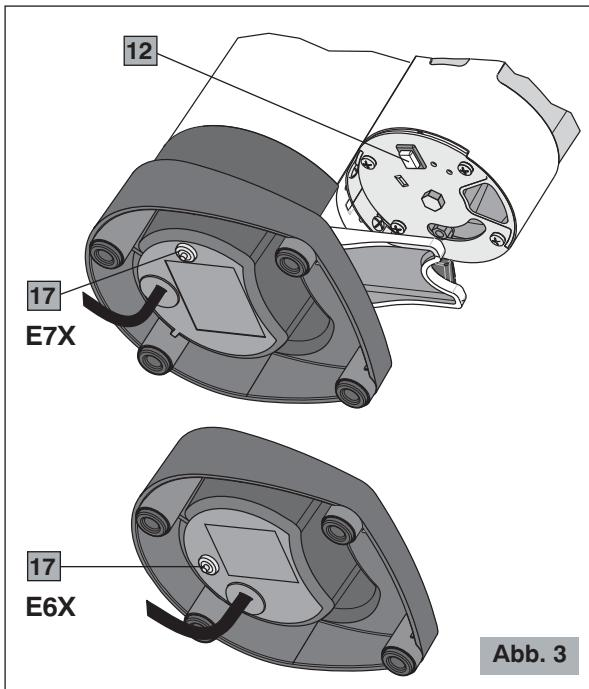
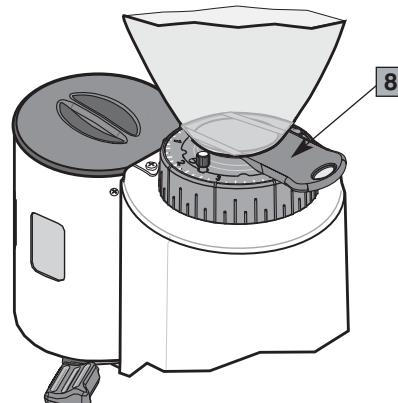

Abb. 3
Abb. 4
Hauptkomponenten (Abb. 1, Abb. 2, Abb. 3, Abb. 4)
6. Sich vergewissern, dass der Kaffeebohnenbehälter korrekt aufsitzt und der Verschluss offen ist (8 Abb. 4).
- 3** Die Starttaste (12 Abb. 3) drücken. Das Gerät beginnt so viele Kaffeebohnen zu mahlen, bis der Dosierer bis zum Maximalfüllstand (vorgesehene Kapazität ca. 300 g (200 g für die Ausführung E6X) gemahlener Kaffee) gefüllt wird. Danach wird der Motor von einer Stoppvorrichtung angehalten. Das Mahlen weiteren Kaffees wird automatisch wieder aufgenommen, wenn die sechs Portionen gemahlenen Kaffees entfernt wurden.
- 3** Die gewünschte Laufzeit (5 - 60 Sekunden) mit dem zweckentsprechenden Drehknopf (16 Abb. 2) einstellen und die Starttaste (12 Abb. 3) drücken. Das Gerät beginnt zu arbeiten und bleibt automatisch nach Ablauf der eingestellten Zeit stehen.
ANMERKUNG! Es wird daher empfohlen, kleinere Kaffeemengen zu mahlen und bei jedem Einstellversuch abzuwarten, dass sich die Mahlscheiben vorher entleeren, indem jedes Mahl der Verschluss (8 Abb. 4) geöffnet und geschlossen wird.